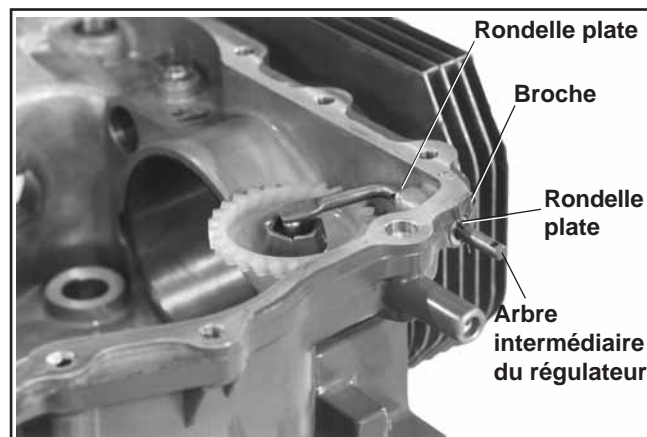

Figure 9-54. Dépose de l'arbre intermédiaire du régulateur.
1. Retirer la goupille d'attelage et la rondelle plate de l'arbre intermédiaire du régulateur. Voir la figure 9-54.